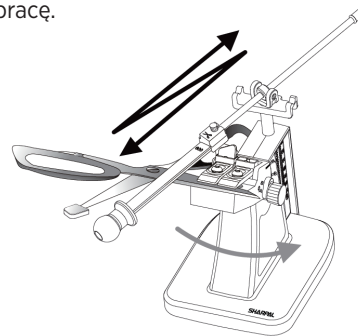

Fig. 10
2. Lekko dociskaj ostrze długimi, płynnymi ruchami, zaczynając od pięty ostrza. Przesuwaj płytkę ścierną tam i z powrotem wzdłuż krawędzi tnącej w kierunku czubka. Zatrzymaj się na czubku ostrza (Patrz Fig. 10).